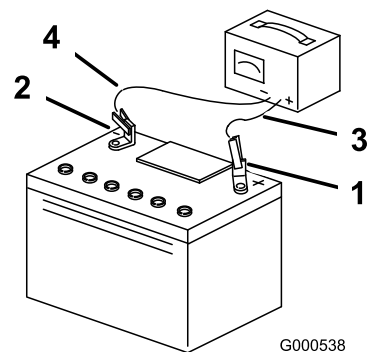

Figura 56
3. Quando la batteria è completamente carica, staccate il caricabatterie dalla presa elettrica e scollegate i cavi di ricarica dai poli della batteria (Figura 56).